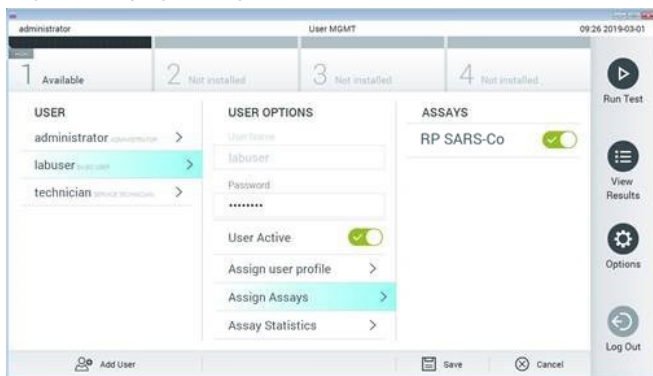

Figura 91. Assegnazione dell'esame attivo.
8. Assegnare l'esame attivo all'utente premendo il pulsante Options (Opzioni) e quindi il pulsante User Management (Gestione utenti). Seleziona l'utente a cui dovrebbe essere consentito eseguire l'esame. Quindi, selezionare Assign Assays (Assegna esami) da "User Options" (Opzioni utente). Abilitare l'esame e premere il pulsante Save (Salva) (Figura 91, pagina seguente).